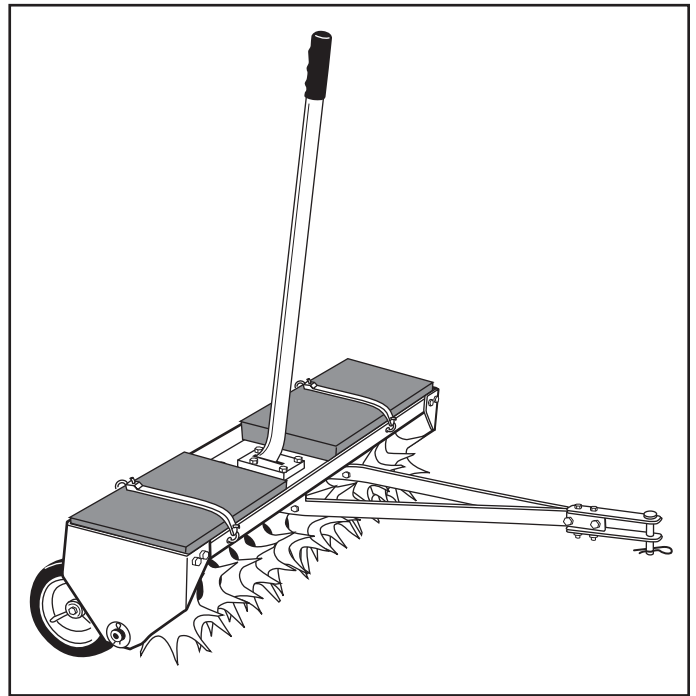

FIGURA 9
11. Para aumentar la profundidad de penetración de las puntas de las espigas, añada peso a la bandeja como sea necesario. La bandeja puede soportar bloques de concreto o de patio con un peso aproximado de 35 libras cada uno. Asegure los pesos con cintas o alambres usando los agujeros en la brida de la bandeja. Vea la figura 9.